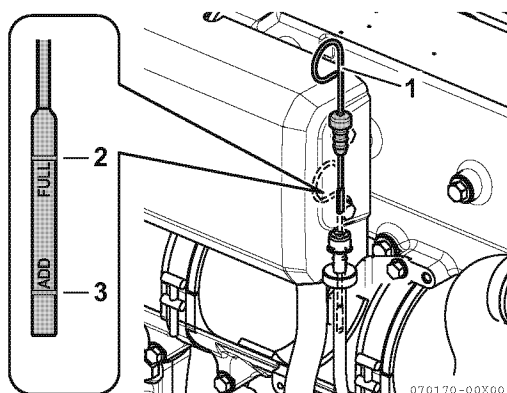

Figure 6
2. Rimuovere l'asta di livello dell'olio (**Figure 6, (1)**) e pulirla con un panno pulito.
4. Estrarre l'astina di controllo. Il livello dell'olio deve essere compreso tra la tacca superiore (**Figure 6, (2)**) e la tacca inferiore (**Figure 6, (3)**) dell'asta di livello.
2. Riempire di olio fino al limite superiore (**Figure 6, (2)**) dell'asta di livello (**Figure 6, (1)**).